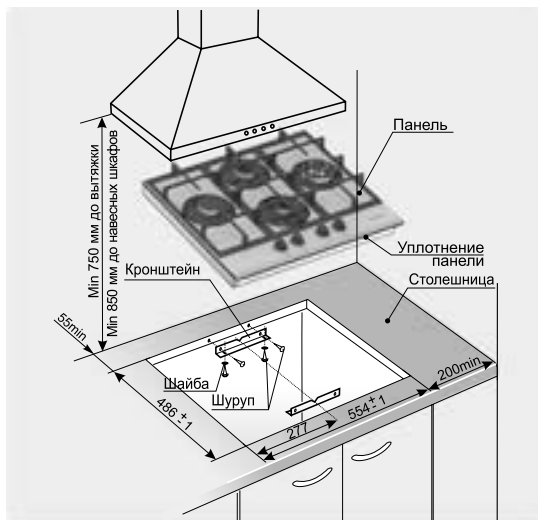

Рис.2
1. Точно разметить на столешнице контур проема под панель варочную в соответствии с рис.2.